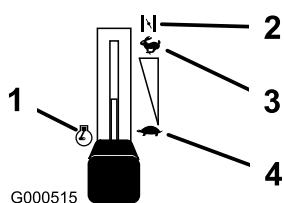

Figura 8
3. Mueva la palanca del acelerador a la posición Estárter antes de arrancar el motor si éste está frío (Figura 8).
5. Cuando el motor arranque, mueva el acelerador a la posición Rápido (Figura 8). Si el motor se cala o funciona irregularmente, vuelva a colocar el acelerador en Estárter durante unos segundos. Luego mueva el acelerador a la posición deseada. Repita este procedimiento tantas veces como sea necesario.
1. Ponga el acelerador en Rápido (Figura 8).